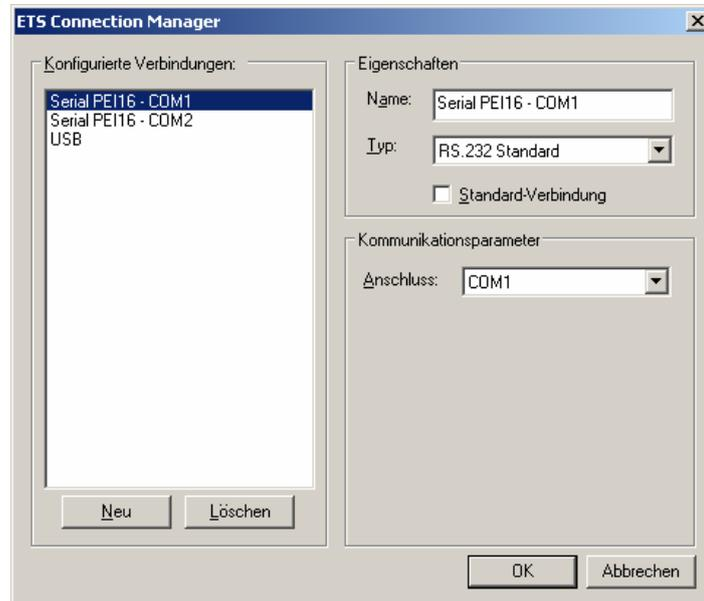

Bild 5: ETS Connection Manager
- Schaltfläche "Schnittstelle konfigurieren" anwählen. Das Fenster "ETS Connection Manager" öffnet sich (vgl. Bild 5).